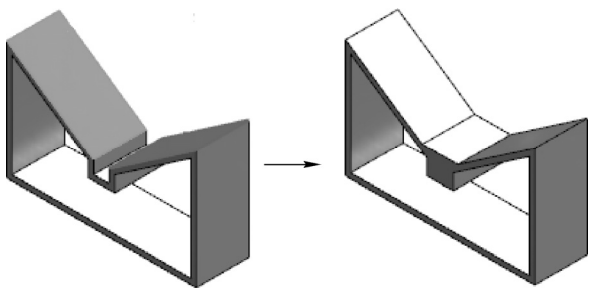

图 4-36 “面-面”倒角方式的使用
- “面-面”按钮: 选择两个面进行倒角。通常情况下(当两个面有共线时),该倒角方式与“角度距离”倒角方式基本相同。当两个面没有共线时,可用于创建实体,如图4-36所示。